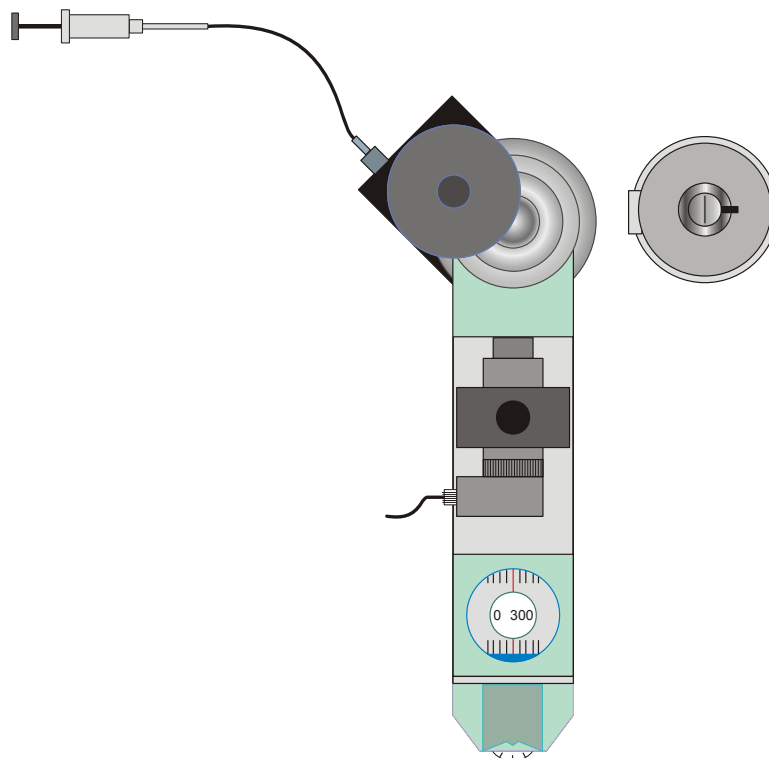

Fig. 9 Einbau des Streufolienmagazins
- Spannbacke des Probenhalters entfernen (siehe Fig. 9).